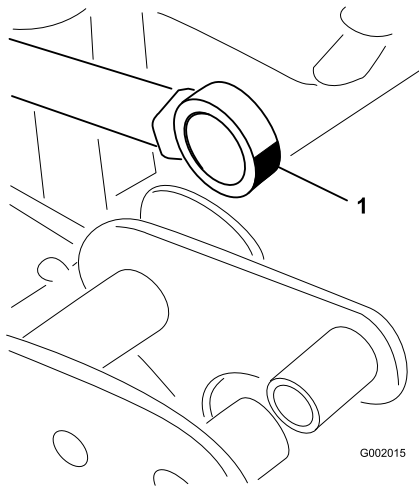

Bild 45
5. Drehen Sie das Lagerende der Aktuatorstange und schmieren Sie Schmiermittel in das Lager (Bild 45). Wischen Sie überflüssiges Fett ab.